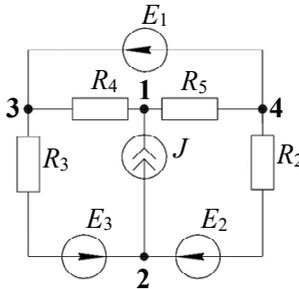

Рис. 26. Конфигурация расчетной электрической цепи
**Пример 2.** Для изображенной электрической цепи (рис. 26) определите токи ветвей методом узловых потенциалов. Значения параметров электрической цепи:  $E_1 = 100 \text{ В}$ ,  $E_2 = 150 \text{ В}$ ,  $E_3 = 28 \text{ В}$ ,  $R_2 = 2 \text{ Ом}$ ,  $R_3 = 4 \text{ Ом}$ ,  $R_4 = 6 \text{ Ом}$ ,  $R_5 = 8 \text{ Ом}$ ,  $J = 2 \text{ А}$ .